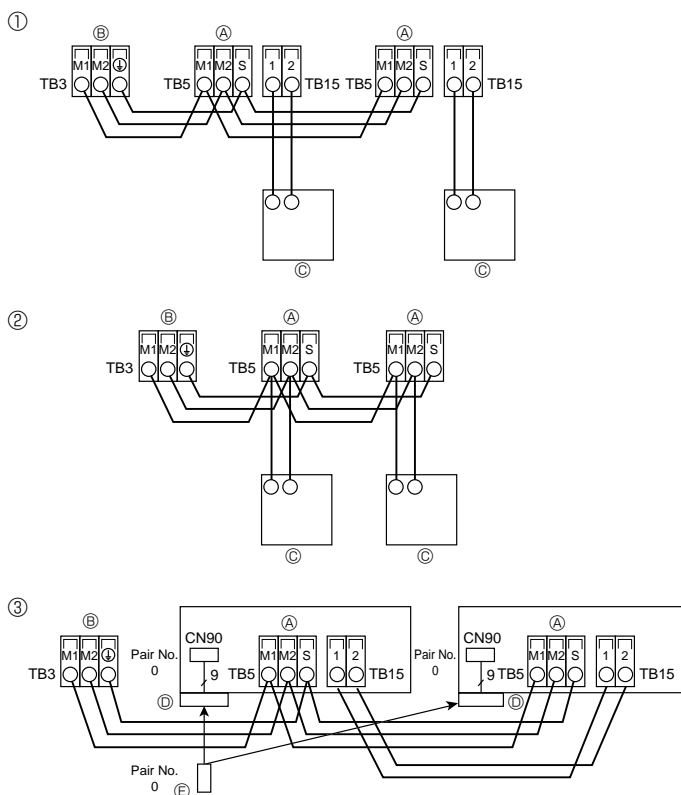

Fig. 6-3
6.4. Anschluß der Fernbedienungs-, Innen- und Außenübertragungskabel (Fig. 6-3)